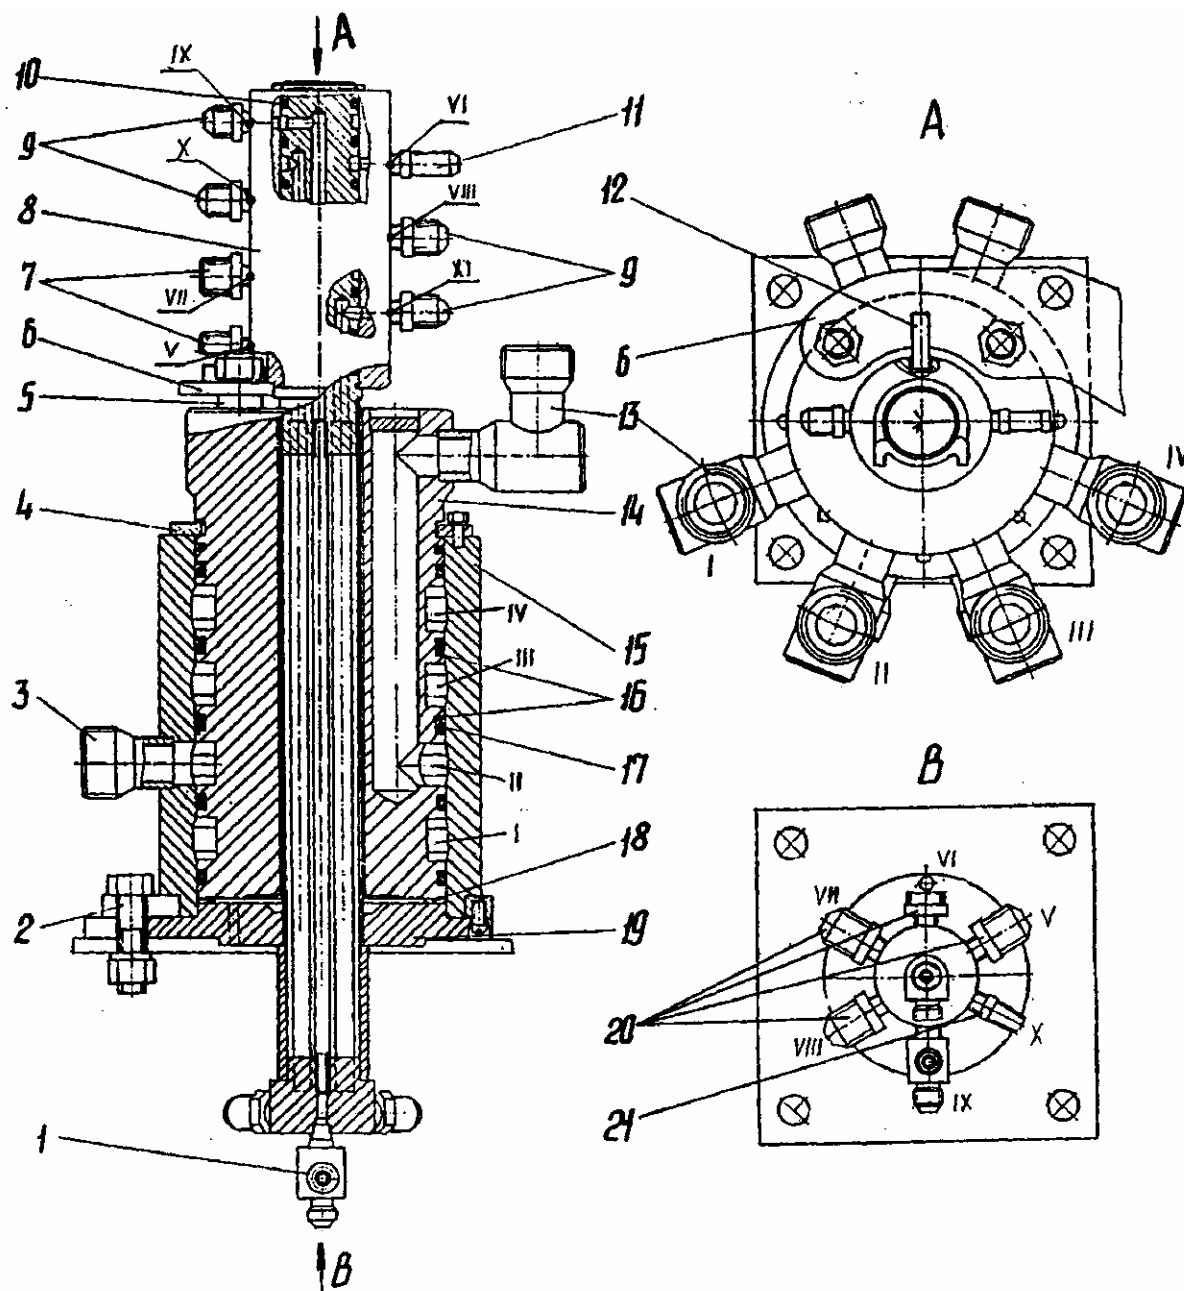

Рис. 48 Центральный коллектор
13. ЦЕНТРАЛЬНЫЙ КОЛЛЕКТОР (рис. 48)